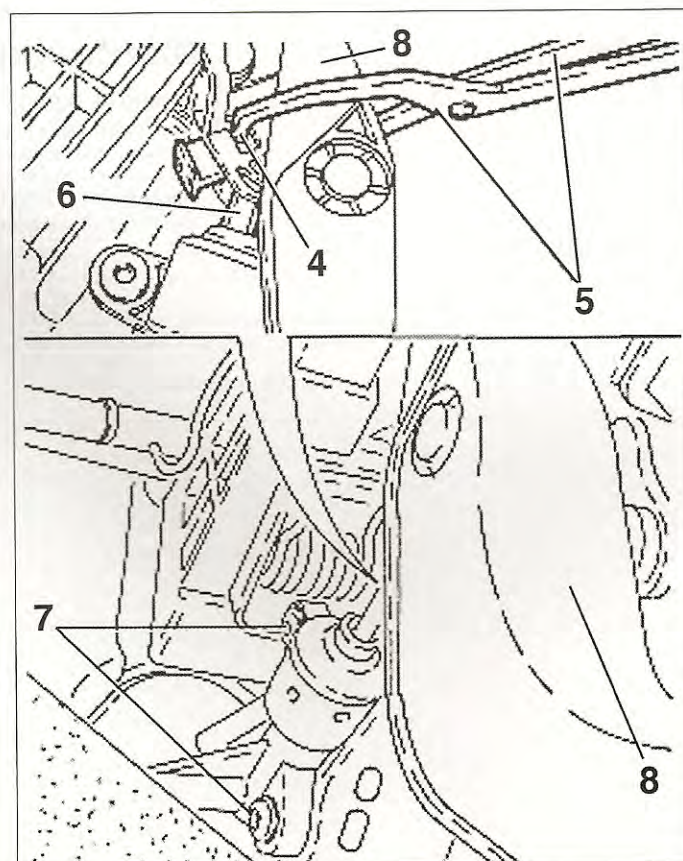

fig. 3
pedal, la varilla (6) del cilindro emisor de embrague (fig. 3).
• Desmontar los 2 tornillos de fijación (7).